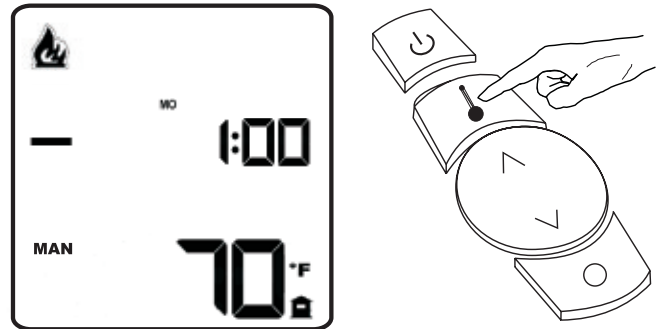

Figure 10
1. Allumer la télécommande en appuyant sur le bouton de mise sous tension. Lorsque la télécommande s'active en mode Manuel (MAN) ou Thermostatique (AUTO), l'appareil de chauffage démarre automatiquement. Si la télécommande n'est pas en mode Manuel, appuyer sur le bouton de mode de la télécommande pour passer en mode Manuel. Les lettres « MAN » apparaîtront sur l'écran de la télécommande. **Voir Figure 10.**